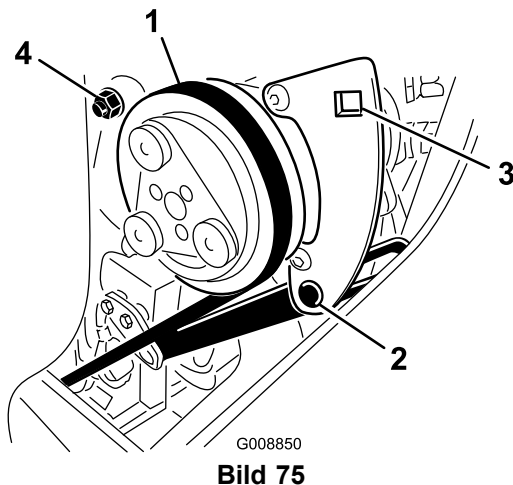

Bild 75
1. Lösen Sie die Drehschraube und die Einstellschraube des Kompressors (Bild 75).
2. Setzen Sie einen Schraubenschlüssel in das rechteckige Loch in der Kompressorhalterung ein (Bild 75).